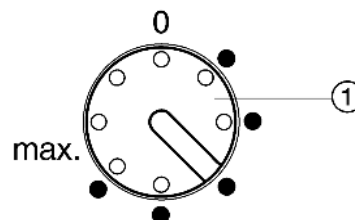

Fig. 2
- ▶ Поворачивайте регулятор температуры *Fig. 2 (1)* вправо с помощью монеты.
- ▶ Поверните регулятор температуры *Fig. 2 (1)* на 3-ю точку.